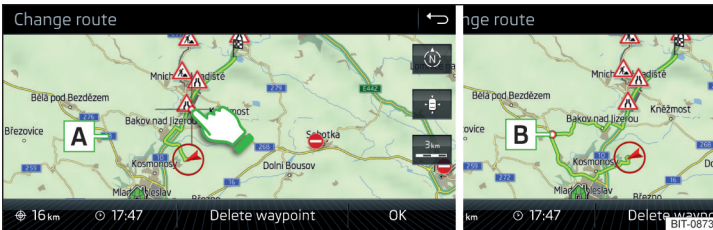

Abb. 242 Routenänderung in der Karte / Routendurchfahrtspunkt
- ▶ Den Bildschirm im Routenbereich berühren und den Kreuzpunkt auf die gewünschte Stelle in der Karte (z. B. **A**) » Abb. 242) verschieben.
Der Durchfahrtspunkt **B** » Abb. 242 wird in die Route eingefügt.